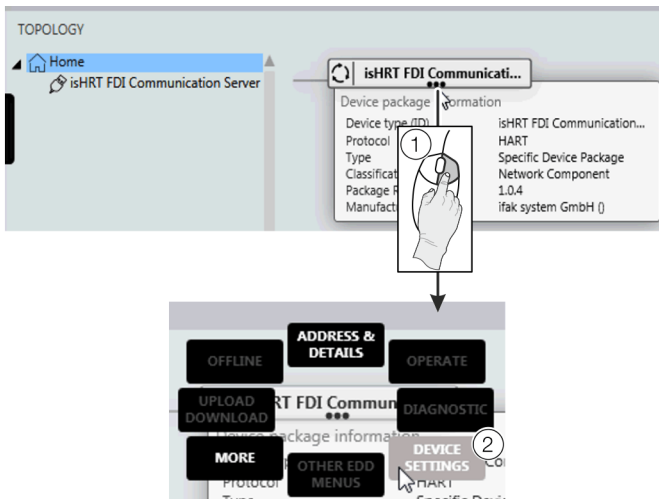

Bild 29: FIM – Välj "Device Settings"
6. Högerklicka ① så som visas i **Bild 29**.
7. Välj "DEVICE SETTINGS" ② som i **Bild 29**.